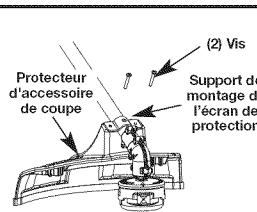

Fig. 1
- Placez l'écran de protection sur le support de montage de l'écran, en alignant les trous de l'écran de protection avec ceux du support de montage. (Fig. 1)